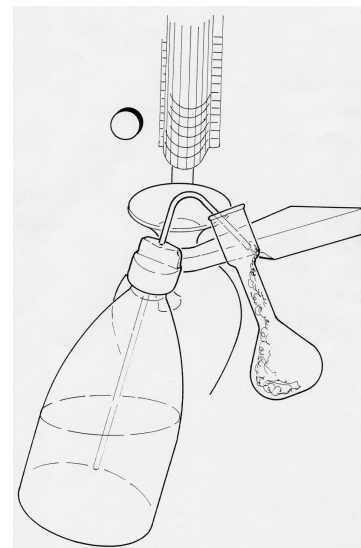

Fig. 8
Verser doucement le contenu de la fiole dans l'ampoule de distillation et utiliser l'eau distillée pour nettoyer les parois de la fiole. Utiliser à peu près 20 ml d'eau (Fig. 8).
6) ajouter à peu près 2 ml d'eau distillée froide dans la même fiole utilisée pour la mesure d'échantillon. Recueillir \approx 95 ml du distillat.	On peut régler la quantité du distillat par le "pivot des masses", que déterminent le stop automatique (Fig. 8)